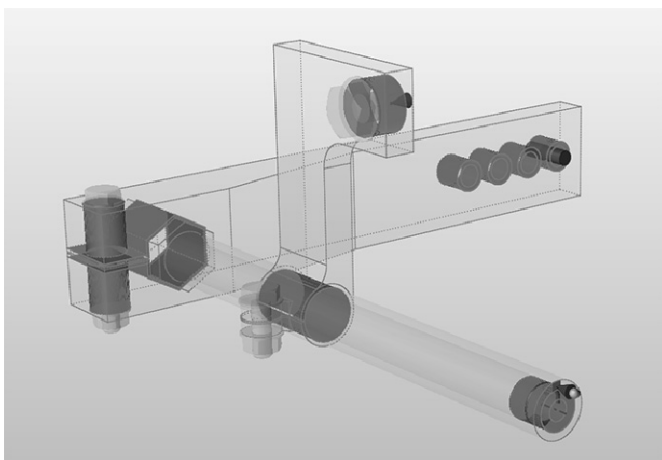

图 12-14
1) 选择结构仿真功能区的接触工具。目前，该模型中的所有接触都被定义为绑定接触并以红色显示，如图 12-14 所示。